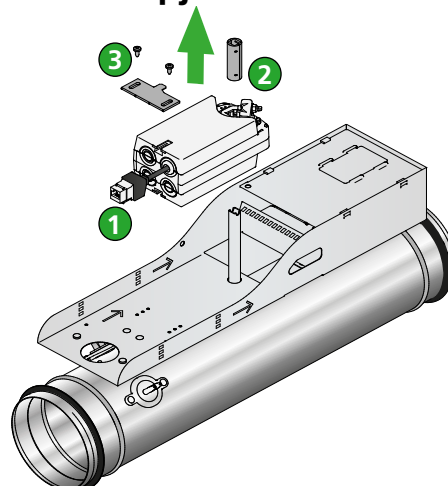

Figur 23. Ved spjældposition "Normally closed" skal spjældet være lukket ved montering af fjederreturmotor. Akselklemme er da rettet i henhold til ovenstående.
3. Sørg for, at akselklemmen på motoren er monteret i henhold til en af udførelserne i figur 23 eller 24.